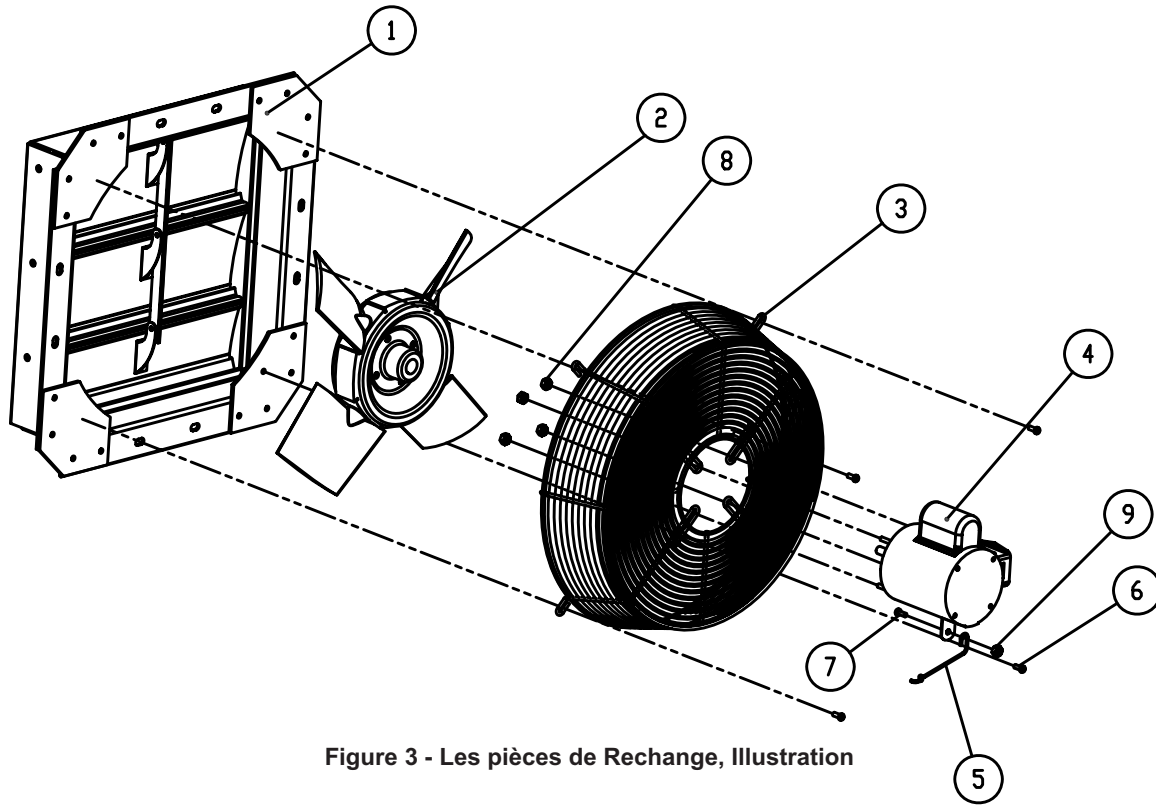

Figure 3 - Les pièces de Rechange, Illustration
2. Se reporter à l'illustration de disposition des pièces (Figure 3).
2. Moteur défectueux	2. Remplacer le moteur (voir Figure 3)